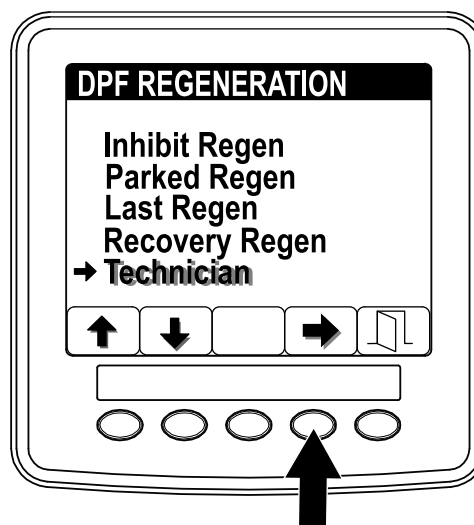

Рисунок 38
- Перейдите к меню DPF Regeneration (Регенерация DPF) и нажмите кнопку 1 или 2 для прокрутки вниз к опции TECHNICIAN (Техник) (Рисунок 38).
- Нажмите кнопку 4 для выбора позиции Technician (Техник) (Рисунок 38).